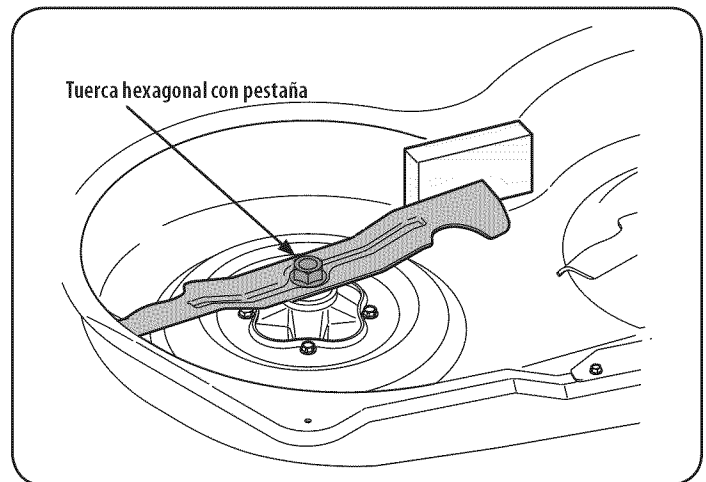

Figure 54
2. Coloque un bloque de madera entre el centro y el deflector de la vivienda cubierta de la cuchilla de corte para actuar como un estabilizador. Véase la Figure 54.
3. Quite la tuerca hexagonal brida que sujeta la hoja a la Asamblaje del husillo. Véase la Figure 54.